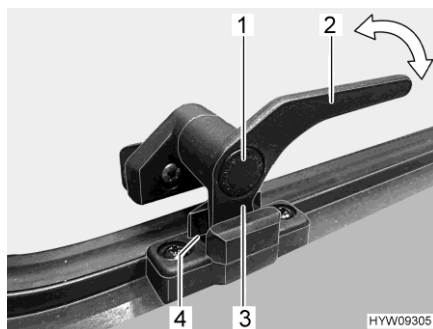

Fig. 59 Levier de verrouillage (position "Aération permanente")
- En position "Aération permanente" (Fig. 59)
- Enfoncer le bouton de sécurité (Fig. 59,1) et le maintenir enfoncé.
- Tourner le levier de verrouillage (Fig. 59,3) d'un quart de tour vers le centre de la fenêtre.
- Remettre le levier de verrouillage en position initiale. Le tenon de verrouillage (Fig. 59,3) du levier de verrouillage doit pénétrer alors dans le logement prévu à cet effet dans le verrouillage de fenêtre (Fig. 59,4).
- Relâcher le bouton de sécurité (Fig. 59,1).